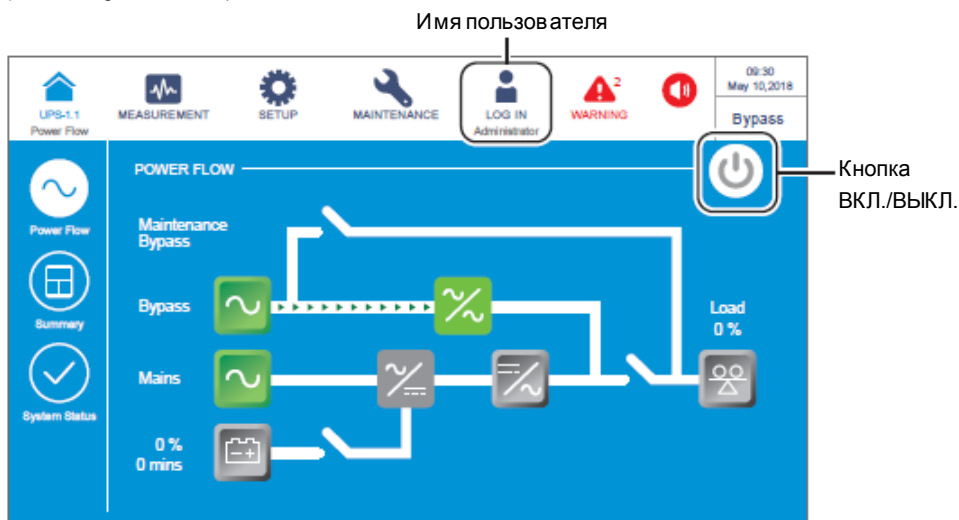

Рисунок 6-41: Главный экран: расположение кнопок имени администратора и ВКЛ./ВЫКЛ.
- 6 Войти в систему как **Администратор**. Для получения пароля **Администратора** связаться со обслуживающим персоналом. После входа в систему убедиться, что вход произошел под именем **Администратора** (см. *Рисунок 6-41*).